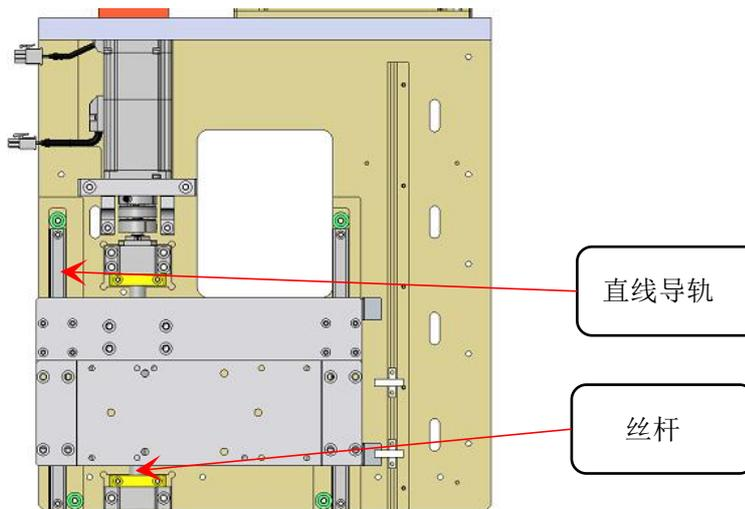

图 6.2.8
b. 对上光学 Z 轴的直线导轨及丝杆加注润滑油脂。如图 6.2.8